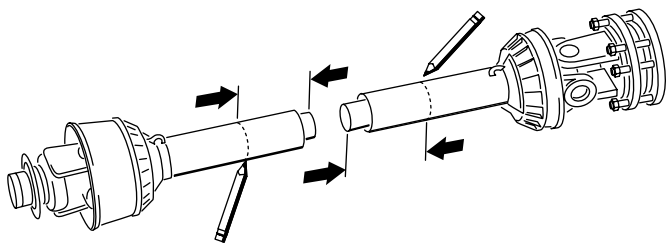
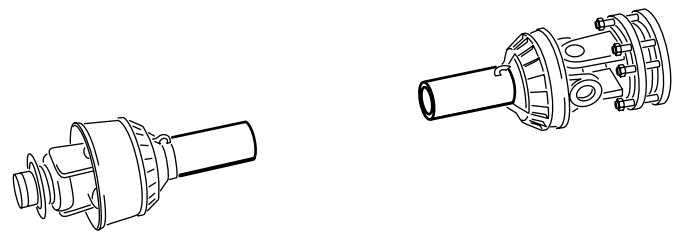

图18
图19
13. 使用在步骤 8 中确定的尺寸从每个 PTO 半轴找到、标记并截短护罩和轴管 图18 和 图19。